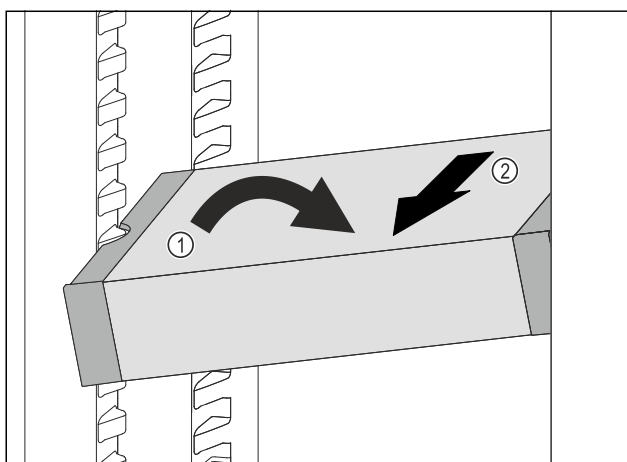

Fig. 180
- Impostare il vano frigorifero di VarioSafe ad angolo. Fig. 180 (1)
- Rimuovere VarioSafe tirando in avanti. Fig. 180 (2)